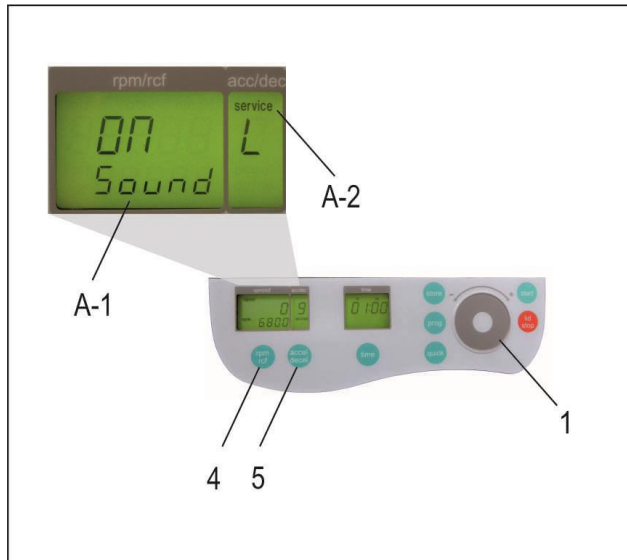

Abbildung 2
- Alle veränderten Einstellungen müssen durch Betätigen der Taste „store“ (12) oder „start“ (9) abgespeichert werden. Zur optischen Bestätigung erscheint im Anzeigenfeld „rpm/rcf“ (A-1) der Schriftzug „store“ – nur dann sind die Vorwahlen wirksam!
Öffnen Sie wie unter Punkt 1.8.2 beschrieben das Menü „Grundeinstellungen“. Danach drücken Sie die Taste „accel/decel“ (5). Im Anzeigenfeld „accel/decel“ (A-2) blinkt der Schriftzug „service“. Wählen Sie nun mit dem Einstellfeld (1) den Buchstaben „L“. Daraufhin erscheint im Anzeigenfeld „rpm/rcf“ (A-1) der Schriftzug „on sound“. Wenn Sie jetzt die Taste „rpm/rcf“ (4) drücken, blinkt der Schriftzug „on“ und mit dem Einstellfeld (1) kann der Ton abgeschaltet werden (siehe Abbildung 2).